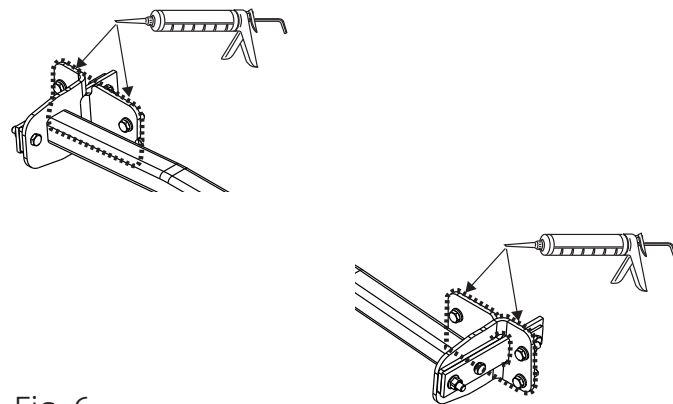

Fig. 6
11. Герметизировать обозначенные части (см. рис. 6)